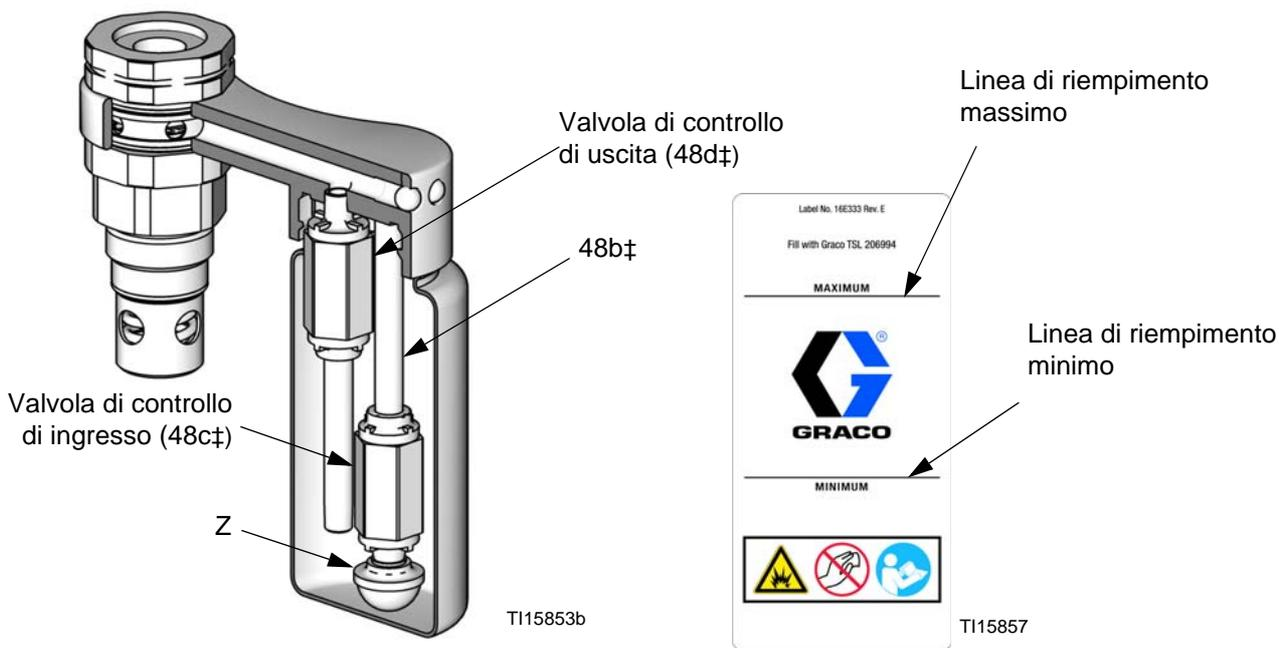

Fig. 1. Sezione del serbatoio TSL e linee di riempimento
3. Pulire la protezione (Z) della valvola di controllo di ingresso (48c‡). Se le valvole di controllo non tengono e il TSL sporco entra nella coppa di umidificazione, sostituire le valvole di controllo (48c, 48d). Vedere la FIG. 1.
NOTA: per sostituire le valvole di controllo nel flacone TSL, ordinare il Kit di riparazione valvola di controllo 24F404. Le parti del kit sono contrassegnate con un simbolo, ad esempio (48b‡). Per sostituire solo il flacone, ordinare il Kit di sostituzione del flacone 24F405. Le parti del kit sono contrassegnate con un simbolo, ad esempio (48e*). Il kit include 5 flaconi e 5 etichette. Vedere FIG. 1, FIG. 4 e FIG. 5.